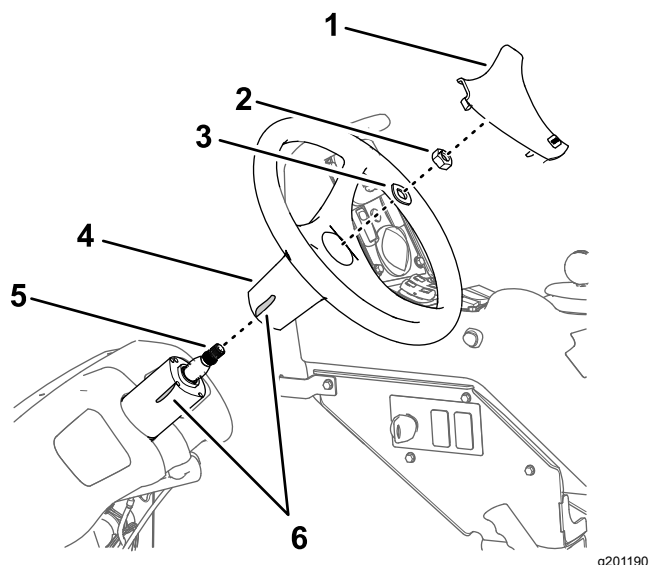

Figure 161
2. Déposez le couver-moyeu du volant (Figure 161).
3. Retirez l'écrou (5/8") et la rondelle (5/8") qui fixent le volant à la valve de direction, et déposez le volant (Figure 161).
1. Avec un morceau de ruban adhésif, repérez la position du volant par rapport à la valve de direction (Figure 161).